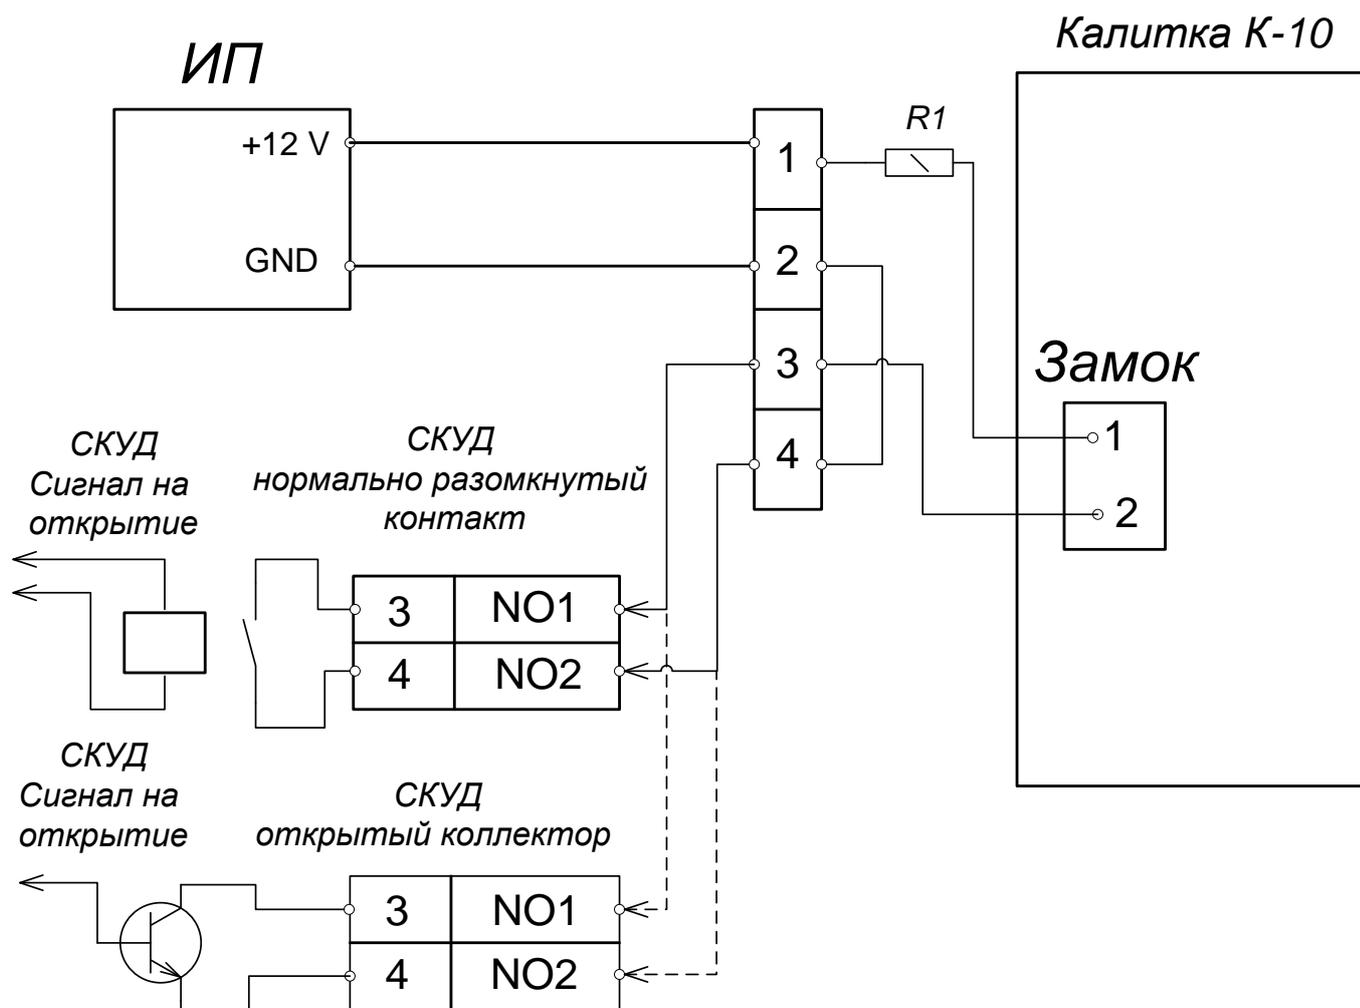

Рис. 4. Схема подключения
6. При работе калитки в составе СКУД подключите ИП и контроллер СКУД к электромеханическому замку калитки (см. рис. 4). Рекомендуется использовать ИП постоянного тока с напряжением питания 12 В и номинальным током не менее 3 А.